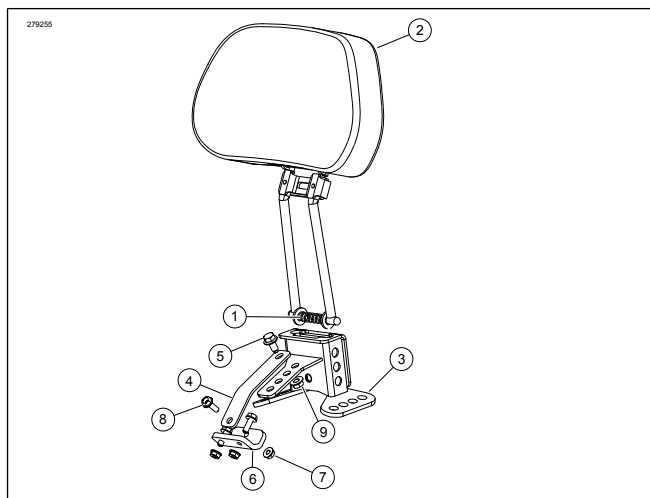

Figura 3. Piezas de servicio: Respaldo del motociclista
Consulte la Figura 3 y la Tabla 1.
4. Consulte la Figura 3 y la Tabla 1. Quite la tapa protectora de plástico y la tuerca de seguridad del espárrago. *Deje colocada la arandela de plástico pequeña o se caerá la placa de espárragos.* Con la pieza de soporte de montaje del respaldo orientada hacia adelante, coloque el soporte de montaje del respaldo (3) en la placa de espárragos usando las tuercas de seguridad de fábrica de dicha placa.